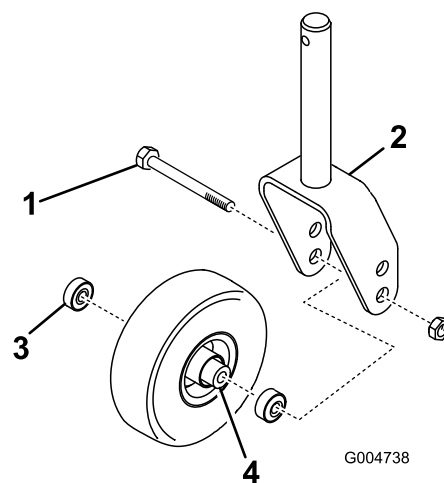
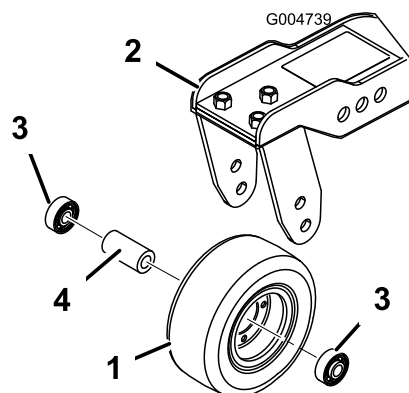

Figura 89
Figura 90
1. Retire la contratuerca del perno que sujeta el ensamble de la rueda giratoria entre la horquilla (Figura 89) o el brazo de pivote (Figura 90). Sujete la rueda giratoria y retire el perno de la horquilla o del brazo de pivote.
2. Retire el cojinete de la rueda y deje que se caiga el suplemento del cojinete (Figura 89 y Figura 90). Retire el cojinete del otro lado de la rueda.